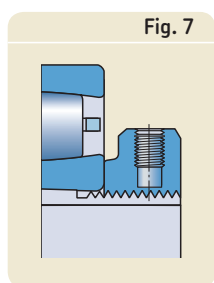

Fig. 7
- serie H .. E byts standardmuttern med låsbricka (KM + MB) ut mot en KMFE-låsmutter (→ fig. 7)